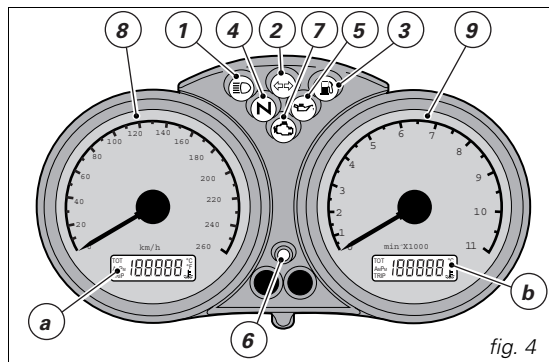
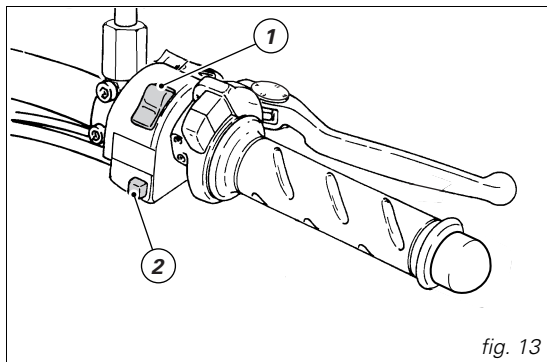

fig. 4
fig. 13
Painel de instrumentos (fig. 4)
O CODE CARD deve ser conservado num local seguro. É aconselhável que o utilizador tenha sempre consigo o código electrónico indicado no CODE CARD, na eventualidade de ter de desbloquear o motor utilizando o procedimento que utiliza a manete do acelerador. Portanto, este procedimento oferece ao utilizador a possibilidade de, em caso de problemas com o imobilizador, desactivar a função de “bloqueio do motor” representada pelo acendimento simultâneo da luz indicadora amarelo âmbar **EOBD** (7, fig. 4). A operação só é possível conhecendo o código electrónico (electronic code) indicado no code card.
A luz indicadora EOBD (7, fig. 4) apaga ao fim de um tempo preestabelecido de 8 segundos.
4) Conte um número de sinais da luz indicadora EOBD (7, fig. 4) correspondente ao primeiro dígito do código secreto. Conduza a manete do acelerador para a posição totalmente aberta durante 2 segundos, libertando-a em seguida. Desta maneira é reconhecida a introdução de um dígito e a luz indicadora EOBD acende e permanece neste estado durante um tempo preestabelecido de 4 segundos. Repita a operação até introduzir o último dígito. Se não for feita nenhuma operação com o acelerador, a luz indicadora EOBD irá piscar 20 vezes, acendendo depois de maneira ininterrupta. O procedimento deverá ser repetido desde a alínea (1).
1) se o código for reconhecido, a luz indicadora (6, fig. 4), situada no quadro de instrumentos, emite um breve sinal; significa que o sistema de protecção reconheceu o código da chave e desactiva o bloqueio do motor. Pressionando o botão START (2, fig. 13), faz-se o arranque do motor;
2) se as luzes indicadoras (6, fig. 4) ou EOBD (7, fig. 4) permanecerem acesas, significa que o código não foi reconhecido. Neste caso, aconselhamos recolocar a chave na posição OFF e de novo na posição ON. Se o bloqueio persistir, tente de novo com a outra chave preta fornecida. Se ainda assim não conseguir ligar o motor, contacte a rede de assistência da DUCATI.
3) Se a luz indicadora (6, fig. 4) continuar a piscar, significa que uma sinalização do sistema do imobilizador foi apagada (por exemplo, com o procedimento de desbloqueio com a manete do acelerador). Rodando a chave para a posição OFF e de novo para a posição ON, a luz indicadora do imobilizador deve voltar ao seu funcionamento normal (ver a alínea 1).
Comutador direito (fig. 13)